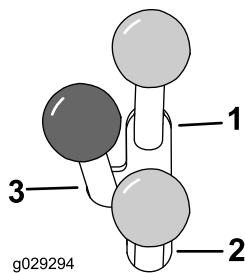

Figure 12
- Pour utiliser un accessoire hydraulique en marche avant, poussez le levier de commande hydraulique auxiliaire en avant (Figure 12).
- Pour utiliser un accessoire hydraulique en marche arrière, poussez le levier de commande hydraulique auxiliaire en arrière (Figure 12).
**Remarque:** Si vous relâchez le levier alors qu'il est en position MARCHÉ AVANT OU MARCHÉ ARRIÈRE, il revient automatiquement en position POINT MORT (Figure 12, repère 3).